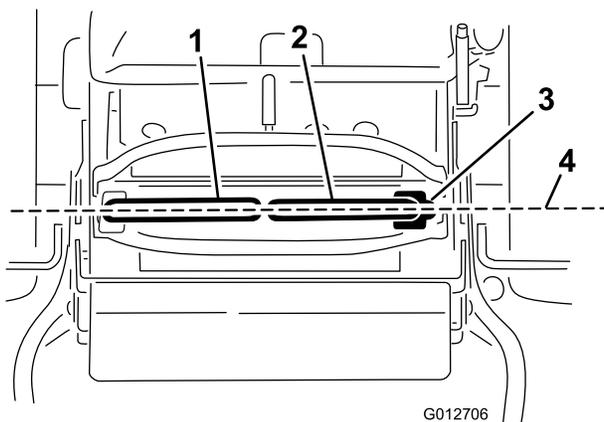

図 70
重要 Eコントロールレバーの調整が終わったあとは、試運転を行なって走行状態を確認してください。コントロールレバーの前後整列調整も、同じ手順で行ないます (図 70)。
1. 水平調整が終わったら、両方のコントロールレバーを前方に少し押して各リンクの遊びをなくし、その状態で両レバーが前後に揃っているかどうかを点検する (図 70)。